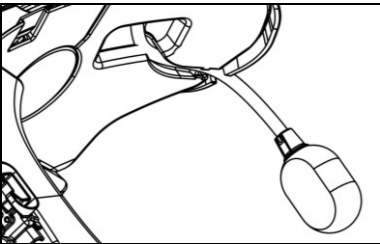

Abb. 9
- Positionieren Sie das Mikrofon in dem dafür ausgesparten Bereich auf der rechten Seite des Helms, indem Sie den Mikrofonarm in den auf dem Helm im Bereich der Halterung des Kinnschutzes vorhandenen Führungsschlitz einfügen (Abb. 9).